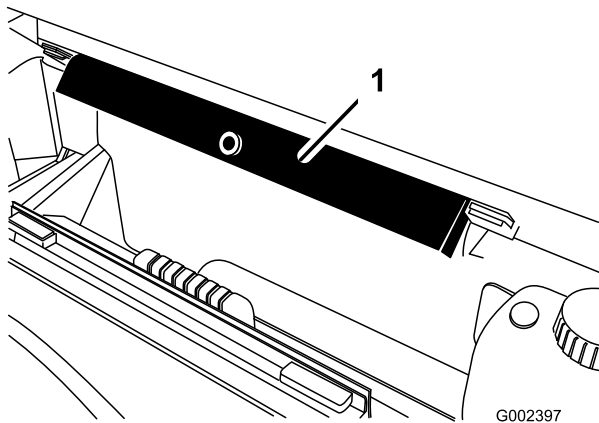

Figure 30
2. Sortez la béquille de sécurité des supports de rangement au dos de l'arceau de sécurité (ROPS) (Figure 30).